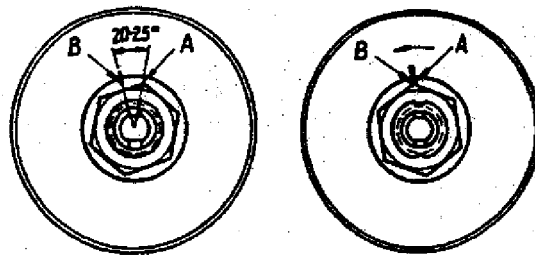

Fig. 4-5. Travamento da arruela da porca de ajuste: A - borda da porca; B - marca da arruela.
- efetuar uma marca B na arruela (fig. 4-5), soltar a porca de 20 - 25°, de modo que a borda A coincida com a marca B;